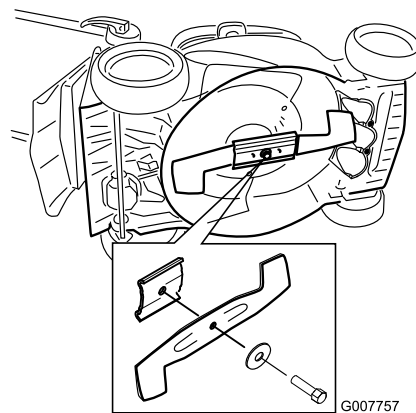

Figura 28
2. Inclinate il tosaerba sul fianco, con il filtro dell'aria in alto (Figura 28).